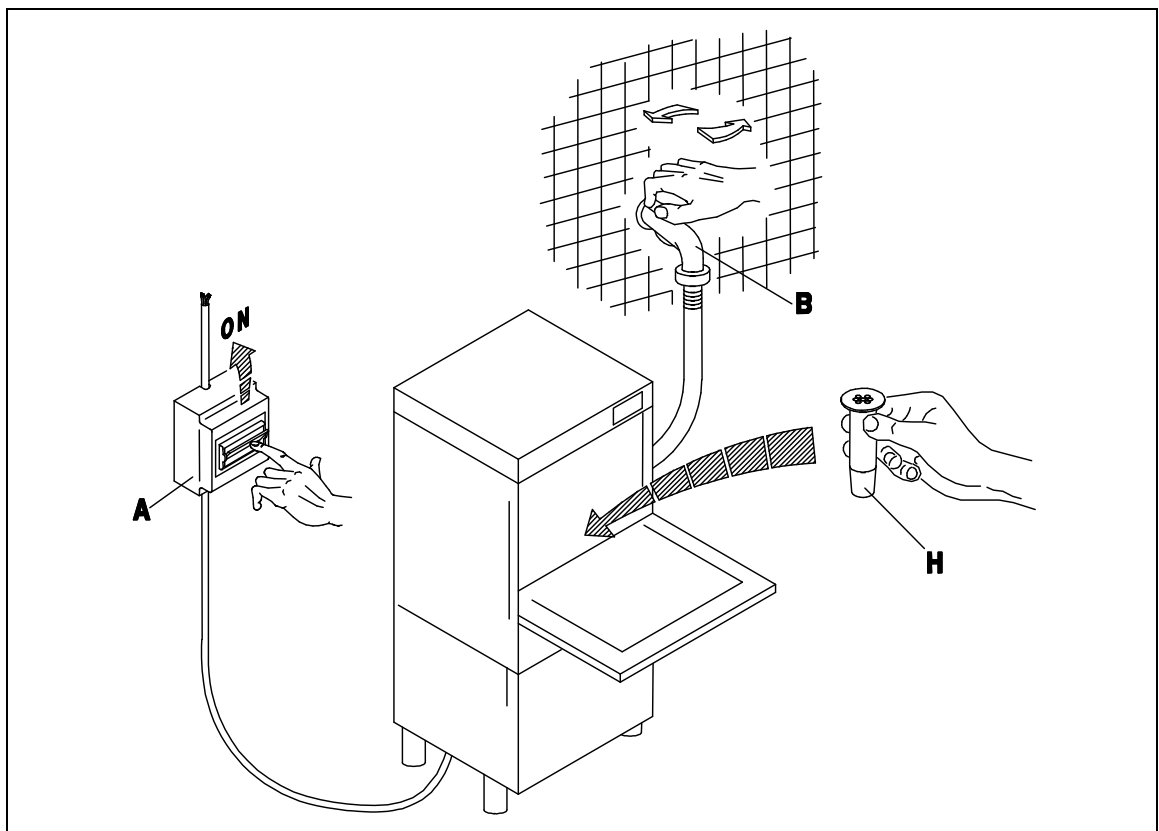

Fig. 3-1
- Aprire il rubinetto dell'acqua (B), inserire l'interruttore generale (A). Attivare l'interruttore principale dell'apparecchio (1), ne conseguirà l'accensione della spia (A) evidenziando che la macchina è sottoposta a tensione. A porta chiusa l'apparecchio si riempie d'acqua e alla fine del carico, si inseriscono automaticamente le resistenze della vasca e del boiler in alternanza. Il funzionamento delle resistenze è reso visibile dall'accensione delle spie (D) ed (E). Quando entrambe le spie si spengono l'acqua avrà raggiunto le temperature impostate e l'apparecchio sarà pronto per iniziare il lavaggio. (fig. 3-1÷3-2)
- Turn on the water tap (B) and switch on the master switch (A). Turn the appliance ON switch (1), which will cause the warning light (A) to illuminate, indicating that the machine is live. When the door is closed the appliance fills with water. When it is full, the tub and boiler heating elements come on automatically in alternation. When the elements are activated, the warning lights (D) and (E) are illuminated. When both warning lights go out the water has reached the set temperature and the appliance is ready to begin the washing cycle. (fig. 3-1÷3-2)
- Öffnen Sie den Wasserhahn (B) und betätigen Sie den Hauptschalter (A). Beim Betätigen des Hauptschalters (1) am Geschirrspüler wird die Anzeige (A) aufleuchten, an der Sie erkennen können, daß die Maschine unter Spannung steht. Bei geschlossener Tür läuft Wasser in die Maschine; ist die nötige Wassermenge einmal erreicht, so schalten die Heizungen des Tanks und des Boilers automatisch, eines nach dem anderen, ein. Der Betrieb der Widerstände wird durch das Aufleuchten der Anzeigen (D) und (E) erkennbar. Beide Leuchtanzeigen erlöschen, wenn das Wasser eine vorbestimmte Temperatur erreicht hat, d. h. wenn die Maschine betriebsbereit ist. (fig. 3-1÷3-2)
- Ouvrir le robinet (B) et insérer l'interrupteur général (A). Ouvrir l'interrupteur principal de l'appareil (1), le voyant (A) s'allumera ce qui signifie que la machine est branchée. L'appareil se remplit d'eau avec porte fermée et à la fin du chargement les éléments chauffants de la cuve et du boiler entrent automatiquement en action en alternance. Les voyants (D) et (E) s'allument quand les éléments chauffants fonctionnent. Les deux voyants s'éteignent dès que l'eau a atteint la température programmée et l'appareil est prêt pour commencer le lavage. (fig. 3-1÷3-2)
- Abrir el grifo del agua (B), conectar el interruptor general (A). Activar el interruptor principal del aparato (1); el encendido de la luz testigo (A) indica que la máquina está en tensión. Con puerta cerrada el aparato se llena de agua y cuando la carga esté terminada se conectarán automáticamente las resistencias del tanque y de la caldera en la alternación. El funcionamiento de las resistencias es señalado por el encendido de las luces indicadoras (D) y (E). Cuando ambas luces se apaguen, el agua habrá alcanzado la temperatura programada y el aparato estará listo para empezar el lavado. (fig. 3-1÷3-2)